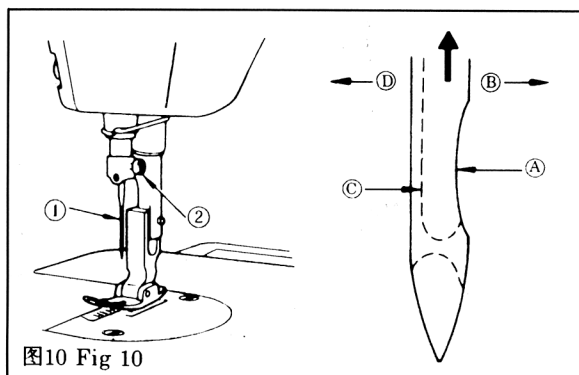

图10 Fig 10
**4. 机针的装法 (图 10)**
**4. ATTACHING THE NEEDLE (Fig.10)**